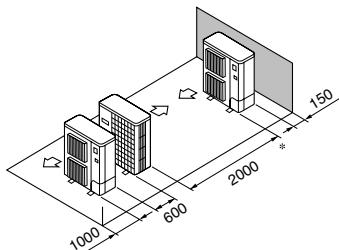

Fig. 2-12
⑤ Uppställning med en enstaka parallell enhet (Fig. 2-12)